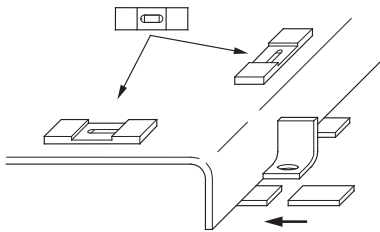

Fig. 8: pamatnes plātnes līmeņošana un izlāgošana
- Uzstādīt pamatnes plātņi, un ar papildu regulēšanas paplāksnēm nolīmeņot to abos virzienos (skat. Fig. 8).
- Novietojot uz pamatiem, visu agregātu nolīmeņot ar līmeņrādi (pie vārpstas/spiediena īscaurules) (skat. Fig. 8). Pamatnes plātnei būtu jābūt līmenī ar pielaidi 0,5 mm uz vienu metru.